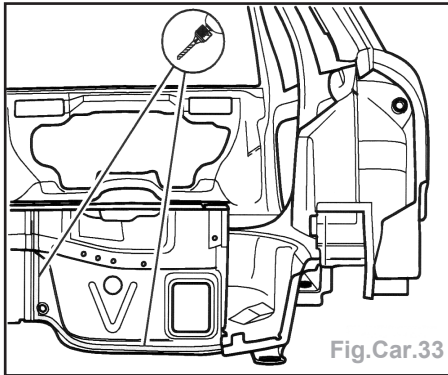

Fig.Car.33
- Déposer le support de la serrure (Fig. Car.33).